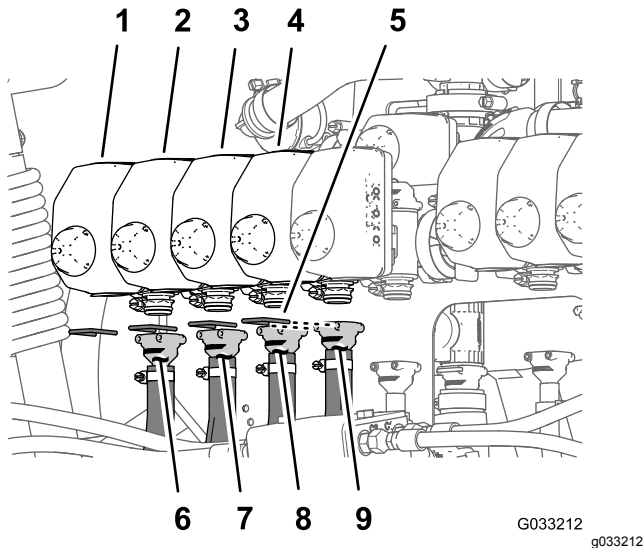
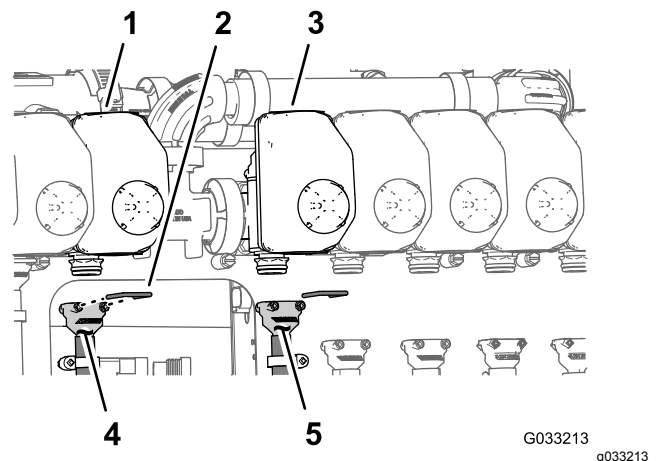

Figura 103
Figura 104
Nota: Consulte la Figura 103 en Conexión de las mangueras a las válvulas de boquillas 1 a 4 \(página 51\), Figura 104 en Conexión de las mangueras a las válvulas de boquillas 5 y 6 \(página 51\), y Figura 105 en Conexión de las mangueras a las válvulas de boquillas 7 a 10 \(página 52\) para conocer las posiciones de las válvulas de las boquillas.
1. Monte el acoplamiento dentado recto de una manguera de suministro de 279 cm en el acoplamiento de la válvula de boquilla 1 (Figura 103).
2. Sujete el conector dentado al acoplamiento con una horquilla de retención (Figura 103).
3. Monte el acoplamiento dentado recto de una manguera de suministro de 234 cm en el acoplamiento de la válvula de boquilla 2 (Figura 103).
4. Sujete el conector dentado al acoplamiento con una horquilla de retención (Figura 103).
5. Monte el acoplamiento dentado recto de una manguera de suministro de 188 cm en el acoplamiento de la válvula de boquilla 3 (Figura 103).
6. Sujete el conector dentado al acoplamiento con una horquilla de retención (Figura 103).
7. Monte el acoplamiento dentado recto de una manguera de suministro de 188 cm en el acoplamiento de la válvula de boquilla 4 (Figura 103).
8. Sujete el conector dentado al acoplamiento con una horquilla de retención (Figura 103).
1. Monte el acoplamiento dentado recto de una manguera de suministro de 81 cm en el acoplamiento de la válvula de boquilla 5 (Figura 104).
2. Sujete el conector dentado al acoplamiento con una horquilla de retención (Figura 104).
acoplamiento de la válvula de boquilla 6 (Figura 104).
4. Sujete el conector dentado al acoplamiento con una horquilla de retención (Figura 104).